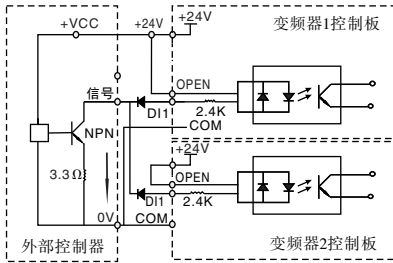

图 3-22 多台变频器DI端子并接漏型接线方式
- ◆ 此种接线方式下，不同的变频器的DI端子不能并接使用，否则可能引起DI的误动作；若需DI端子并接（不同变频器之间），则需在DI端子处串接二极管（阳极接DI）使用，二极管需满足： $IF > 10\text{mA}$ 、 $UF < 1\text{V}$ ，如图3-22。